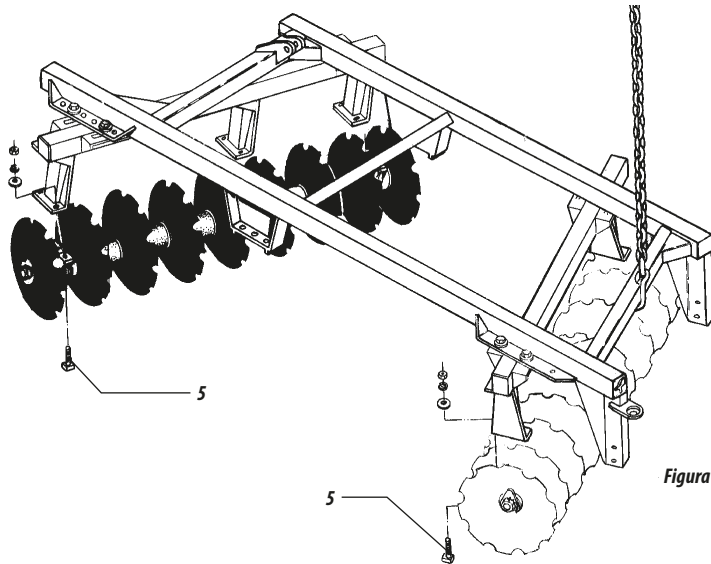

Figura 5
- 09 - Poner el cuadro principal item 3, sobre las armaciones y fijar a través de los tornillos item 4.
- 10 - Suspender una parte de la rastra (delantera o trasera), poner el conjunto de discos en línea, observando el modelo en la figura 5. Hacer coincidir los agujeros de los soporte con los agujeros de los cojinetes y hacer el montaje a través de los tornillos ítem 5 figura 5.